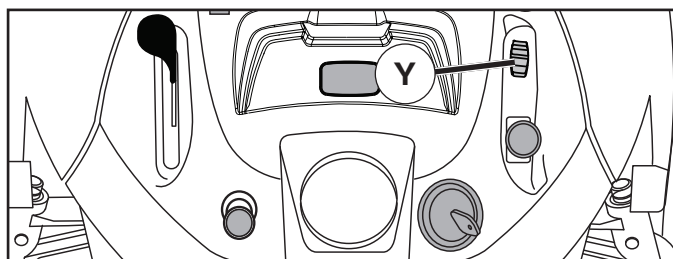

Fig. 9
CÓMO USAR EL CONTROL DEL CIERRE DIFERENCIAL (Y) (Ver la Fig. 9)